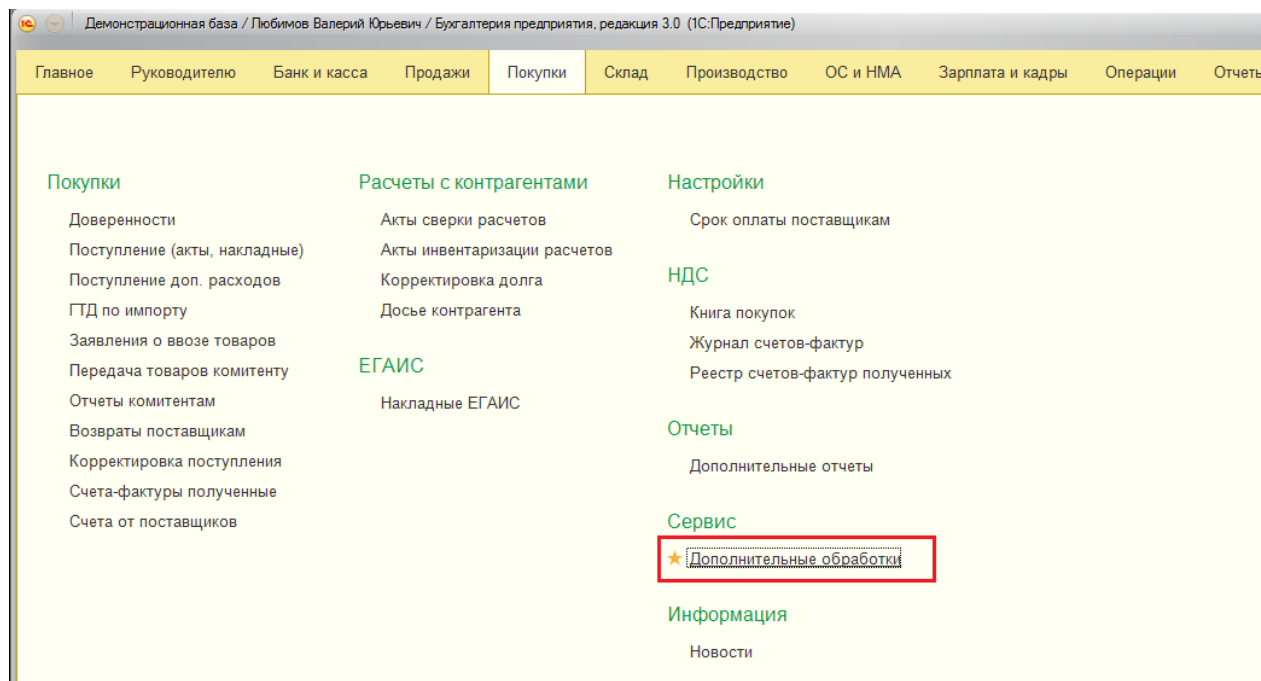

Рис. 8
2. Выбрать команду «Дополнительные обработки» в подразделе «Сервис» (Рис. 8).